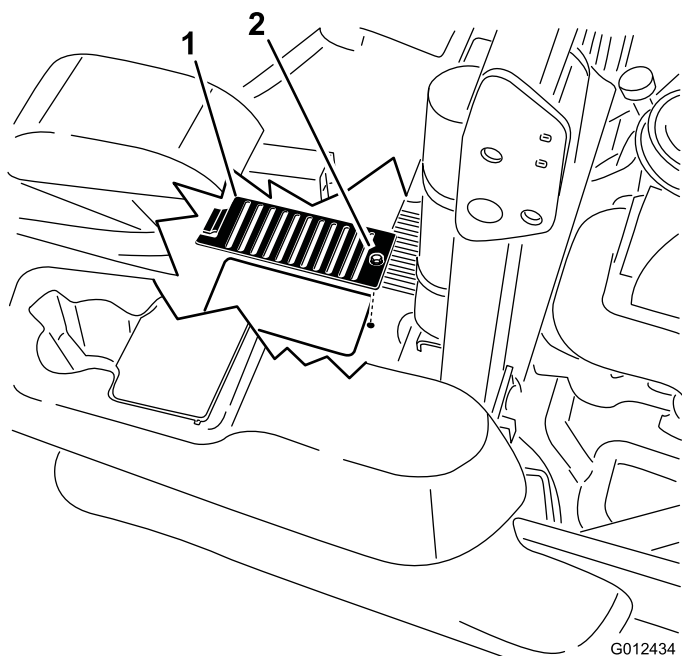

Figure 71
6. Au-dessus de chaque jauge, retirez le couvercle ainsi que le boulon fixé dessus. Nettoyez la surface autour de chaque jauge et unité hydraulique (Figure 71).